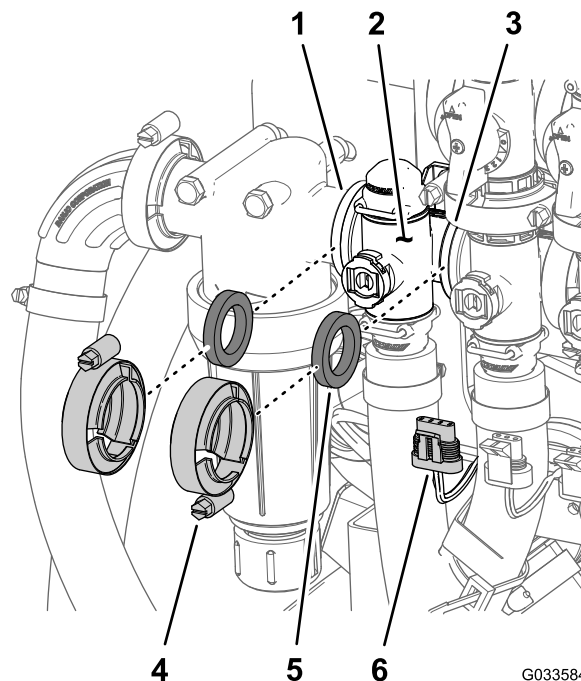

**Figura 109**
3. Rimuovete il fermo che fissa l'attuatore alla valvola del collettore per la valvola di controllo del volume, la valvola dell'agitatore, la valvola principale delle barre o la valvola di sezione delle barre (Figura 109).